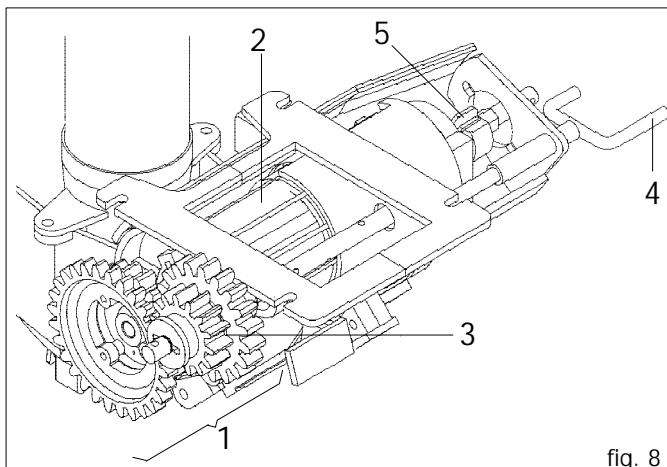
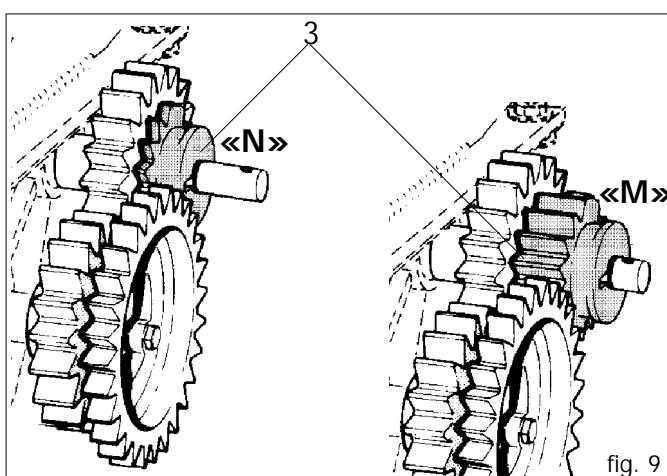

fig. 8
fig. 9
Le doseur (cf. fig. 8), l'organe principal pour le fonctionnement de l'élément semoir, est placé sous le réservoir des semences. Il reçoit le mouvement de la roue de transmission par le biais d'engrenages (avec rapport proportionnel à la largeur du travail) et par des chaînes.
Le doseur est composé d'une boîte à vitesses (cf. 1 fig. 8) qui permet deux rapports de transmission au rouleau de distribution (2) en variant la position de la roue dentée rouge (3 Fig. 9). En position «N», le rapport est de 1:1 donné par le couple de roues dentées Z19; si l'on déplace la roue (3) en «M», le rouleau distributeur réduira de la moitié le nombre de ses tours puisque la transmission est composée par la roue motrice rouge Z14 et par la roue conduite Z28. Au cours d'un essai de dosage, ainsi que cela a été décrit au chapitre 3.2.3, on remarquera que la quantité de produit distribué sera réduite de la moitié vis à vis d'un essai ayant un rapport 1:1 (cf. tableau page 60-61).
Le ressort de blocage (cf. E fig. 8) permet de modifier l'ouverture de la vanne et, en même temps, le débit du rouleau doseur.